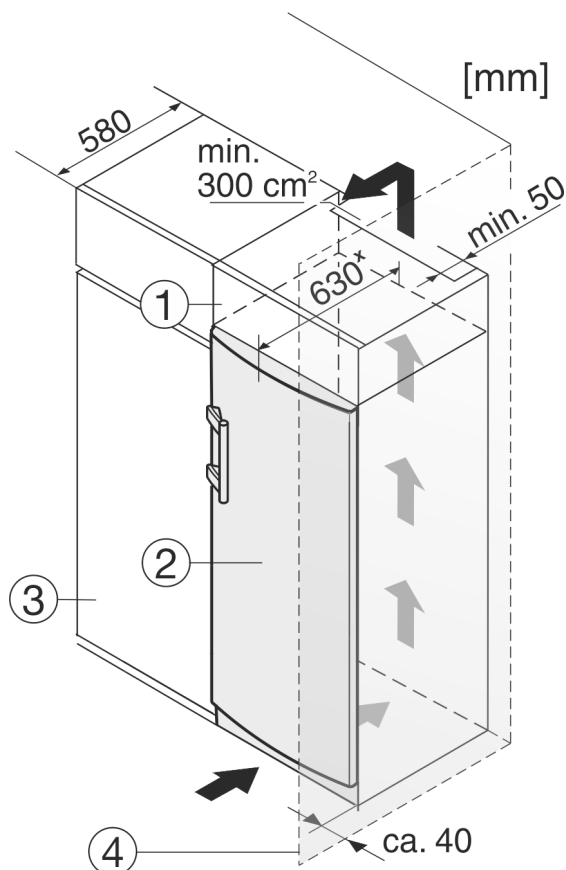

Fig. 12
- (1) Nástavná skříňka
- (2) Přístroj
- (3) Kuchyňská skříň
- (4) Stěna
Přístroj lze zabudovat do kuchyňských skříní. K vyrovnání přístroje Fig. 12 (2) na výšku kuchyňské linky lze na přístroj nasadit nástavec Fig. 12 (1).
Při montáži do kuchyňských skříní (hloubka max. 580 mm) lze přístroj instalovat hned vedle kuchyňské skříně Fig. 12 (3). Přístroj přesahuje přední stěnu kuchyňské skříně na stranách o 34 mm * a uprostřed o 50 mm *.
Když se přístroj instaluje závěsy vedle stěny Fig. 12 (4), musí být vzdálenost přístroje od stěny alespoň 40 mm. To odpovídá přesahu madla při otevřených dveřích.